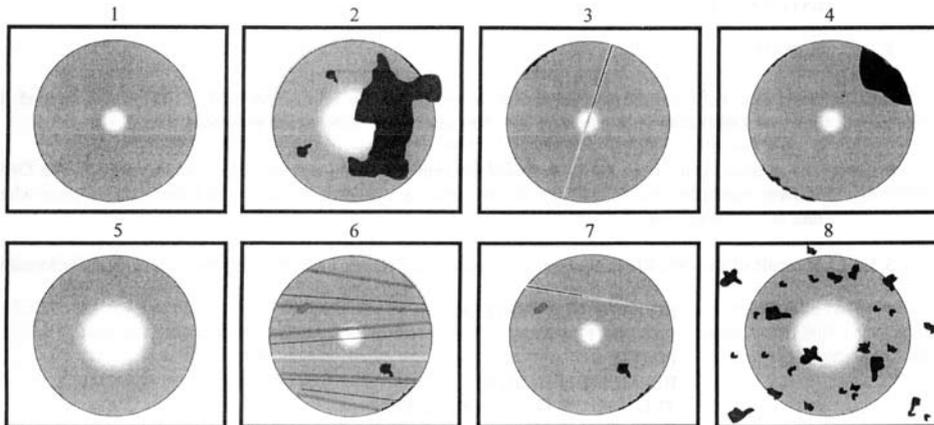

Рис.4. Примеры торцов волокна
2.0.1. OFS 300 является прочным, надежным, компактным микроскопом, предназначенным для полевого контроля коннекторов оптических кабелей (см. рис. 4). В оптическую схему микроскопа встроен защитный инфракрасный фильтр для защиты глаз при случайном подключении волокна с сигналом.
4.4. После того, как выполнена фокусировка, на увеличенном изображении можно увидеть состояние сердцевин и оболочек. На рис.4 показаны примеры торцов волокна, находящихся в разном состоянии, от отличного до очень плохого.